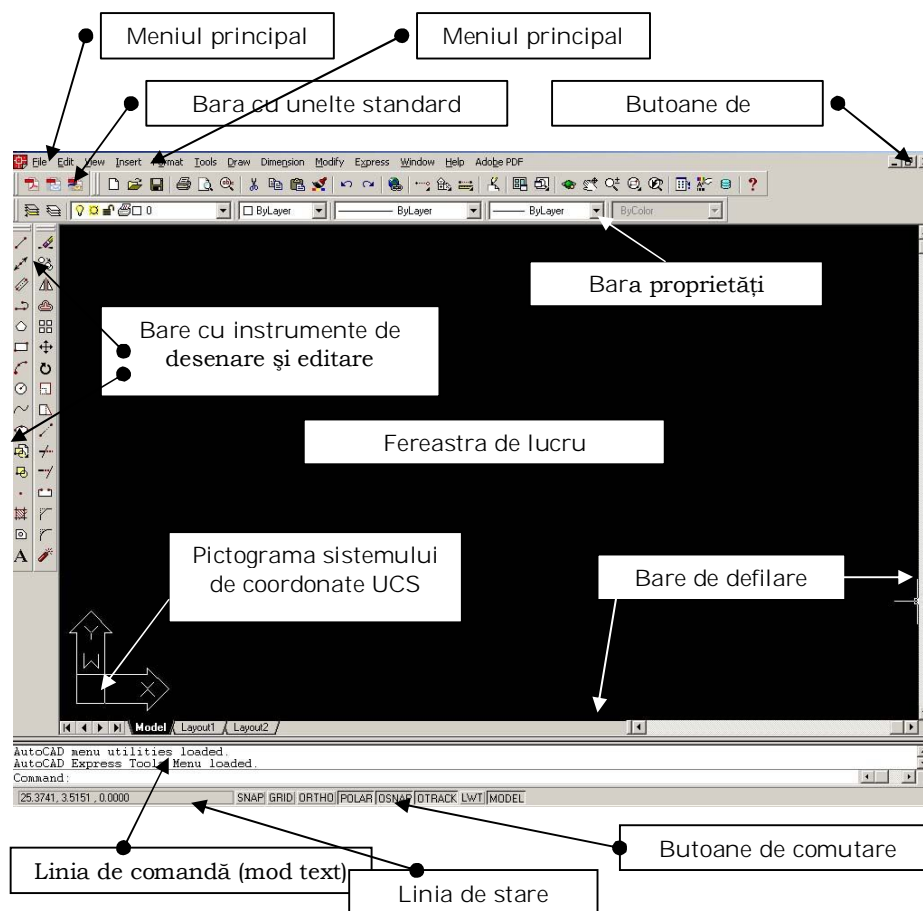

Figura 1.2. Elementele interfaței grafice
După apăsarea butonului **OK** al casetei *Startup* pe ecranul monitorului se afișează interfața grafică a programului (Figura 1.2), care este divizată în mai multe zone cu funcții diferite. Astfel se pot distinge: (1) linia de stare, (2) linia de comandă, (3) bare de defilare orizontală și verticală, (4) fereastra de lucru (desenare), (5) bare cu instrumente orizontale și verticale, (6) bara cu meniul principal, (7) bara pentru proprietăți obiecte grafice, (8) butoane de comandă (minimizare, maximizare, închidere fereastră).